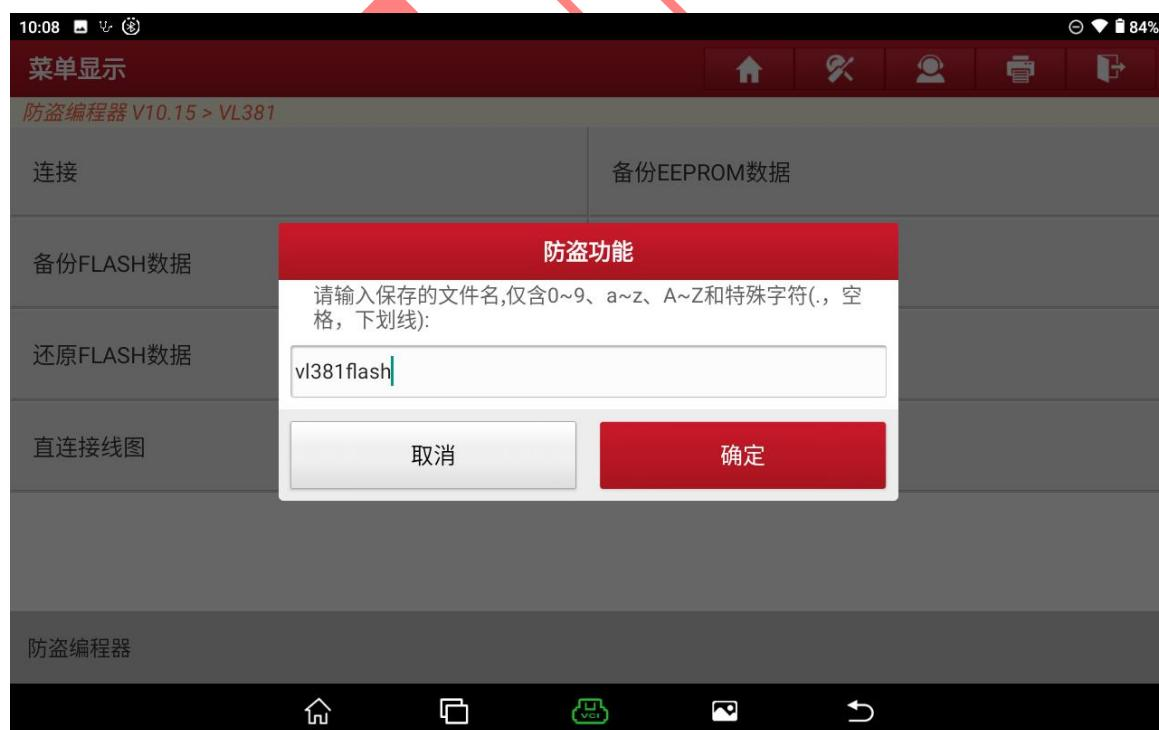

图 19
19. 数据读取成功后输入保存文件名, 选择“确定”进入如图 19;